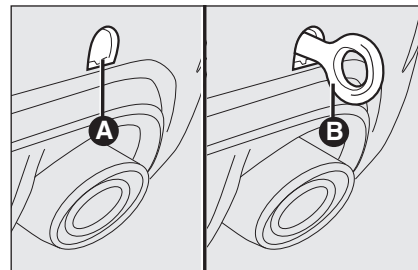

fig. 43
- ☐ sganciare il tappo **A** (presente solo nella parte posteriore fig. 43);